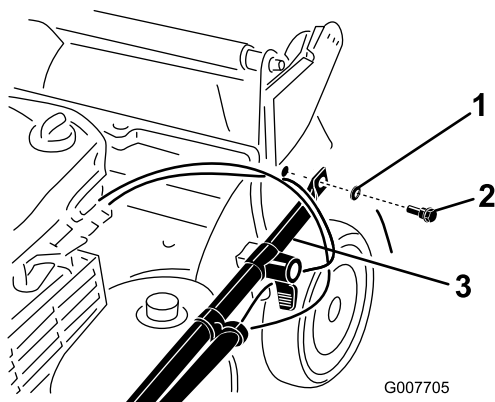

Bild 4
3. Befestigen Sie die Griffenden mit 2 Scheiben und 2 Griffschrauben am Mähwerkgehäuse (Bild 4), ziehen Sie die Griffschrauben jedoch nicht fest.
Wichtig: Verlegen Sie die Kabel an der *Außenseite* des Griffs (Bild 4).